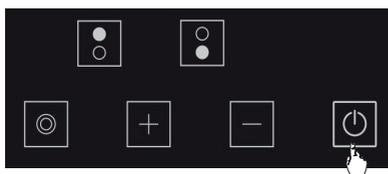

Afbeelding 9
2. Druk eenmaal op de selectietoets van de betreffende kookplaat. Het pictogram **0** wordt weergegeven wanneer u de toets voor de eerste keer aanraakt. (Zie Fig. 9)